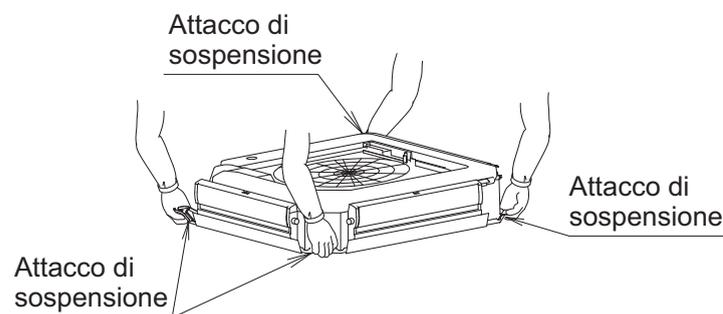

Fig. 9
- Quando si trasporta l'unità interna, sorreggerla tramite gli attacchi di sospensione in metallo. **(Fare riferimento alla Fig. 9)**